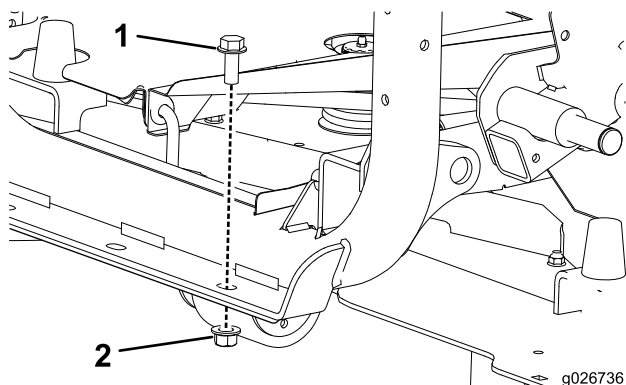

Figura 23
1. En el lado derecho de la máquina, retire la tuerca y el perno que sujetan el bastidor trasero al delantero (Figura 23).